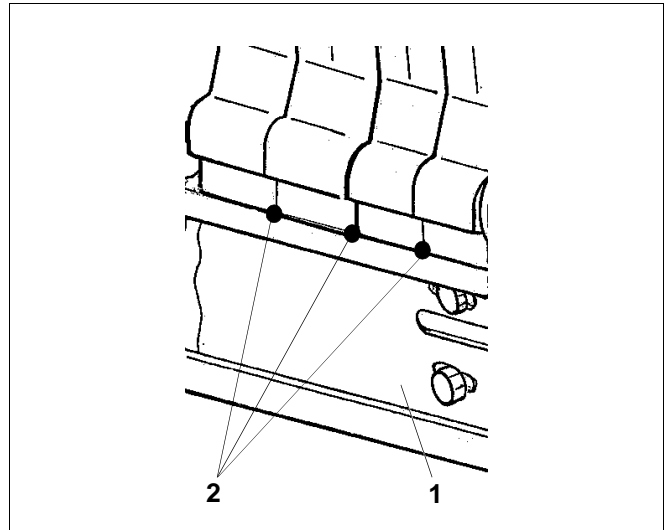

Fig. 19 Appliquer le mastic
- Visser les rails en U (fig. 19, **pos. 1**) sur l'élément de d'extrémité arrière avec deux vis hexagonales M8 x 30 et des écrous .
- Afin d'étancher le foyer, il faut injecter quelques points de mastic sur la face supérieur du rail en U entre les éléments (à l'intérieur ou à l'extérieur) (fig. 19, **pos. 2**).